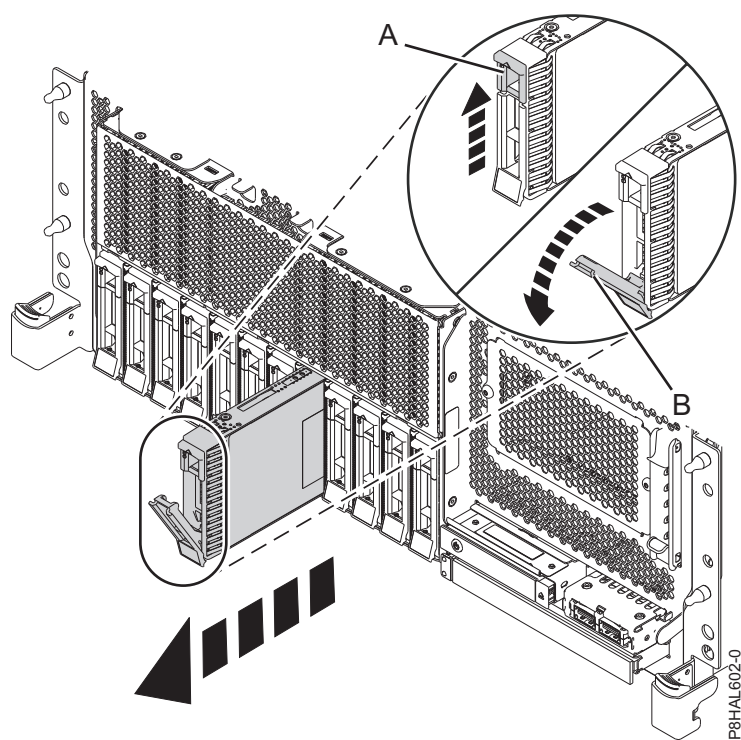

Figura 57. Extracció d'una unitat de disc d'un sistema de funció bàsica muntat en bastidor
3. Desbloquegeu la nansa de la unitat **(B)** fent pressió al pestell de la nansa **(A)** i estirant-lo cap a vosaltres, tal com es mostra a Figura 57 a la pàgina 64, Figura 58 a la pàgina 64, Figura 59 a la pàgina 65 i Figura 60 a la pàgina 66. Si la nansa encara no ha sortit del tot, la unitat d'estat sòlid no podrà lliscar fora del sistema.